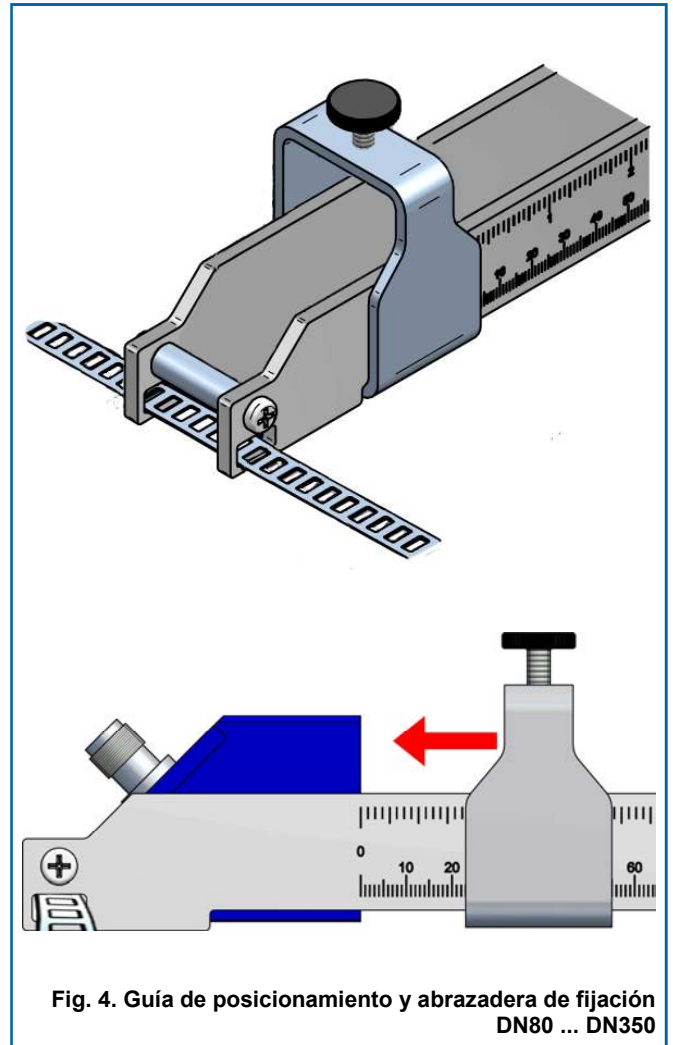

Fig. 4. Guía de posicionamiento y abrazadera de fijación DN80 ... DN350
- Tubería DN80 ... DN350: mediante guía graduada y abrazaderas de fijación suministradas por Tecfluid (Fig. 4), instalación en V. Montaje opcional mediante abrazaderas de fijación directas sobre transductor (Fig. 5).